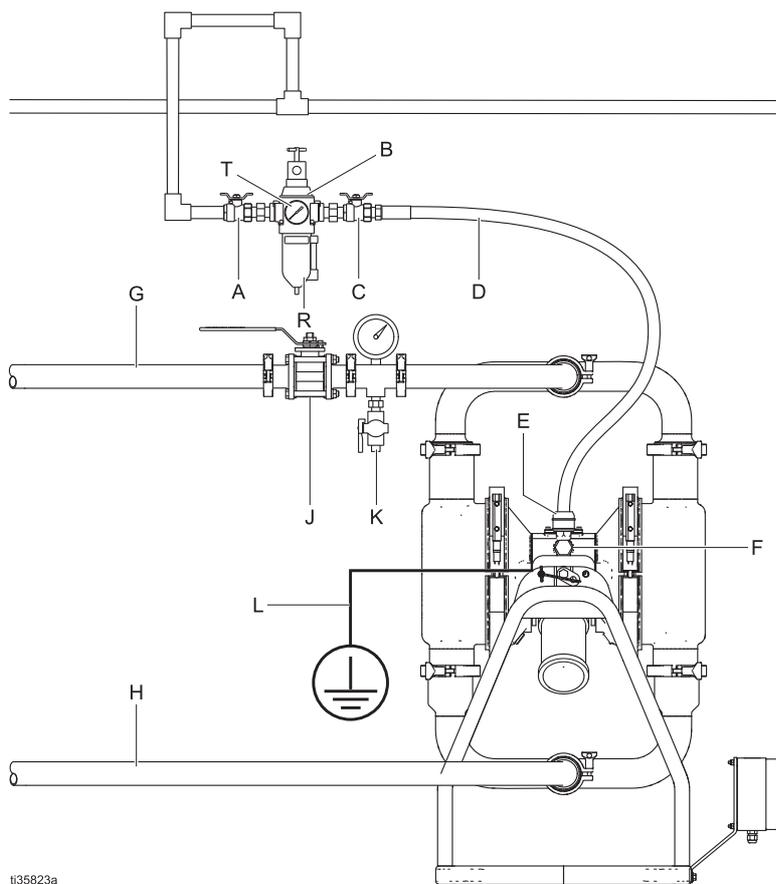

ABB. 2: Typische Bodenmontage
- Ein typischer Einbau ist dargestellt in ABB. 2. Diese dient nur zur Orientierung bei der Auswahl und dem Einbau von Anlagenbauteilen. Ihr Graco-Händler hilft Ihnen gerne bei der Planung eines auf Ihre Anforderungen abgestimmten Systems.
In der Anlage ist ein Hauptluftventil (C) mit Entlastungsbohrung erforderlich, um zwischen diesem Ventil und der Pumpe eingeschlossene Luft abzulassen. Eingeschlossene Luft kann zu unerwartetem Zyklusverhalten der Pumpe führen; dies könnte schwere Verletzungen herbeiführen, darunter durch Spritzer in die Augen oder auf die Haut. Siehe ABB. 2.
1. Die Zubehörteile der Luftleitung montieren gemäß ABB. 2. Darauf achten, dass die Luftleitung zu den Zubehörteilen geerdet ist.
- a. Zur Regelung des Luftdrucks einen Luftregler (B) und ein Manometer (T) installieren. Durch die Verringerung des zugeführten Luftdrucks wird der Ausgangsdruck des Pumpmaterials gesenkt.
- b. Ein Hauptluftventil mit Entlastungsbohrung (C) in Pumpennähe zum Ablassen eingeschlossener Luft verwenden. Das andere Hauptluftventil (A) vor allen Zubehörteilen der Luftleitung einbauen und zum Isolieren der Zubehörteile während Reinigungs- und Reparaturarbeiten verwenden.
- c. Der Luftleitungsfilter (R) entfernt schädlichen Schmutz und Feuchtigkeit aus der Versorgungsdruckluft.
2. Eine leitende, geerdete, biegsame Luftleitung (D) zwischen den Zubehörteilen und dem 1/2"-NPT(f)-Lufteinlass (F) der Pumpe anbringen. Eine Luftleitung mit einem ID von mindestens 9,5 mm (3/8 Zoll) verwenden. Bei Bedarf eine Luftleitungskupplung (E) zwischen der Luftleitung (D) und dem Pumpenlufteinlass (F) installieren und bis zum festen Sitz anziehen.
2. Ein Materialablassventil (K) in der Nähe des Materialauslasses der Pumpe installieren. Siehe ABB. 2.